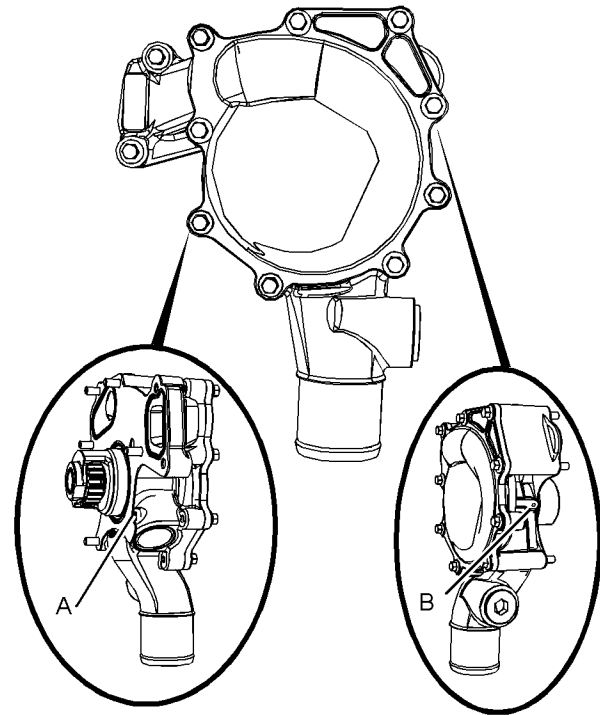

Ilustración 104
**Nota:** Las juntas de la bomba de agua se lubrican por medio del refrigerante que hay en el sistema de refrigeración. Es normal que se produzca una pequeña fuga. Consulte la ilustración 104 para conocer la posición del orificio de drenaje y del orificio de ventilación.